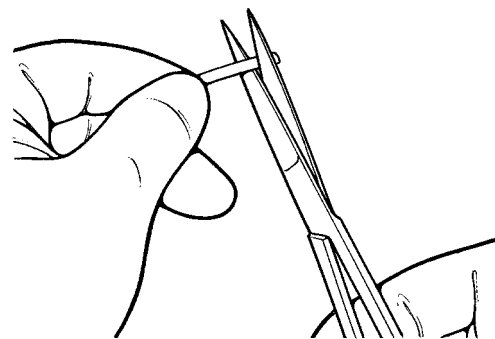

Figure 4-21. Coupez les tubulures
1. Découpez les tubulures (**Figure 4-21**) en fonction de l'anatomie du patient.